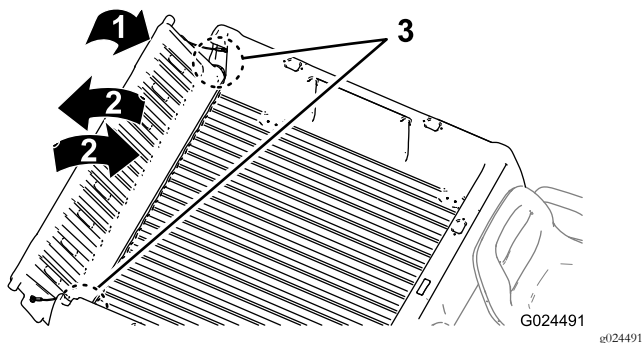

Рисунок 21
2. Поверните откидной борт приблизительно в положение 45° (Рисунок 21).
3. Короткими движениями, встряхивая, поверните откидной борт назад и вперед несколько раз (Рисунок 21).